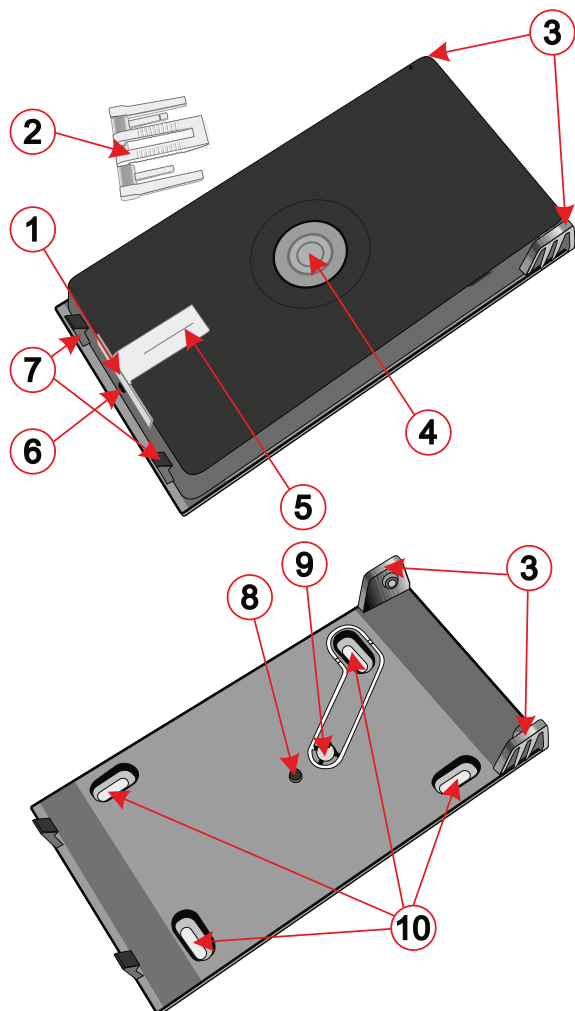
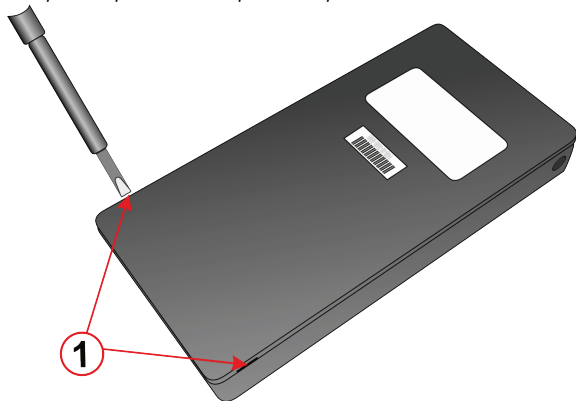

Fig. 1: pulsante antipanico e piattaforma di montaggio - descrizione delle singole parti
Fig. 3: metodo di apertura del pulsante panico e di rimozione della guida luminosa per sostituirla con un porta banconote
Con l'utilizzo di questa funzione, è necessario sostituire la guida luminosa predefinita, come mostrato nella Fig. 3, con una guida luminosa dotata di una clip (2) attiva nella Fig. 1, che è inclusa nella confezione. Il rilevamento della rimozione delle banconote può essere utilizzato per proteggere i contratti o qualsiasi altro documento di valore, in una cassaforte o in una cassetta di sicurezza.
Si consiglia di installare il pulsante di allarme panico sulla piattaforma di montaggio (Fig. 1). La piattaforma di montaggio consente l'installazione su vari tipi di superfici e permette il rilevamento di manomissioni se il dispositivo viene rimosso dalla piattaforma di montaggio.
1. Rimuova il pulsante panico dalla sua piattaforma di montaggio applicando una piccola forza ai lati delle cerniere, (3) vedere Fig. 1, per separarle l'una dall'altra. Questa azione è meglio eseguita con l'uso di un utensile piatto.
2. Fissi la piattaforma di montaggio alla posizione desiderata con l'aiuto di quattro viti. (10).
3. Rimuovere la piastra posteriore del dispositivo; questa azione può essere eseguita facendo leva con un cacciavite a testa piatta, come mostrato nella Fig. 3.
Il pannello di controllo rileva e segnala automaticamente lo stato di batteria bassa. È necessario inserire il sistema nella modalità di assistenza prima che avvenga la sostituzione della batteria (il pulsante è dotato di un sensore di manomissione). Il dispositivo può essere aperto come indicato nella Fig. 3.